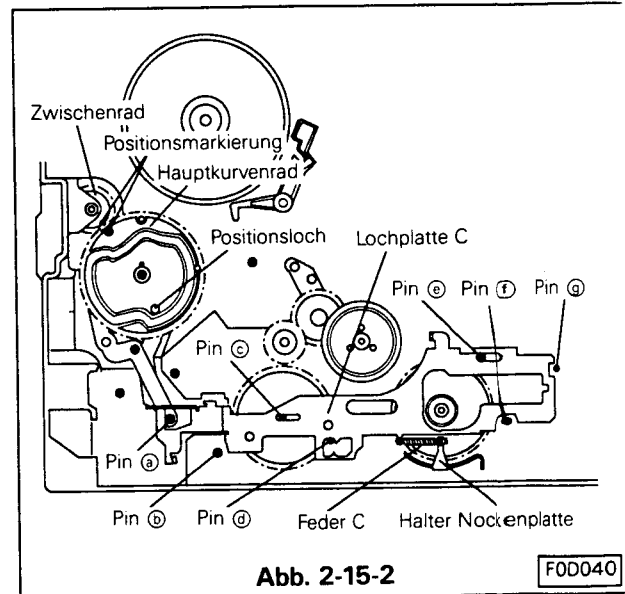

Abb. 2-15-2
- C. Beim Aufsetzen des Kurvenrades 1 sicherstellen, daß die Position der Hebel RS und C sich nicht verändert. Das Kurvenrad mit dem Sicherungshebel sichern. (Siehe Abb. 2-15-2)
- D. Unterlegscheibe auf Pin ① aufsetzen (siehe Abb. 2-15-2) und die Nockenplatte C so einbauen, daß die Positionslöcher der Platte mit den Pinen ① ~ ④ übereinstimmt.
- E. Die Feder C der Nockenplatte an der Nockenplatte C und an dem Nockenplattenhalter befestigen. (Siehe Abb. 2-15-2)